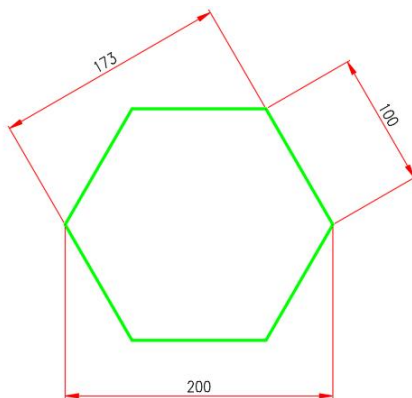

Рис. 2. Шестикутник
3) нанести розміри – розмір між двома його сторонами та розмір діагоналі шестикутника (рис. 2):